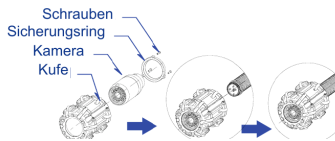

Abbildung 13. 72er-Rollenkuife
- 1) 72er-Rollenkuife montieren (siehe Abbildung 13)